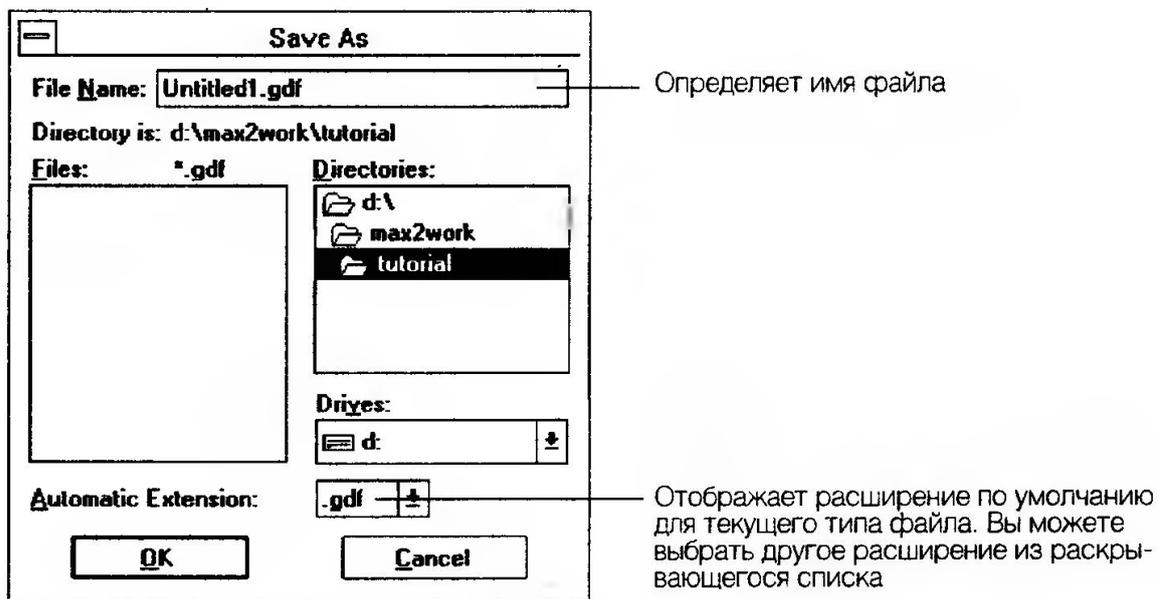

Рис. 2.7
6. Для сохранения файла выберите **Save as** (сохранить как) из меню **File**. На экране отобразится диалоговое окно **Save as**, как показано на рис. 2.7.